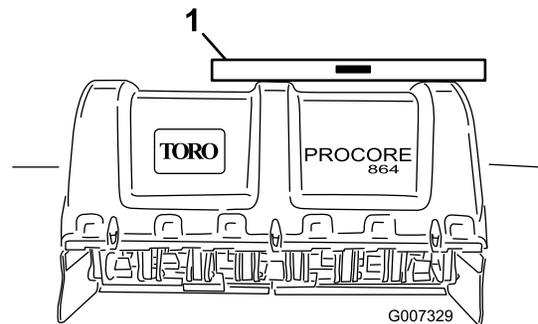

Bild 12
2. Legen Sie eine Wasserwaage oben auf den Areatorrahmen und prüfen Sie die seitliche Nivellierung (Bild 12).